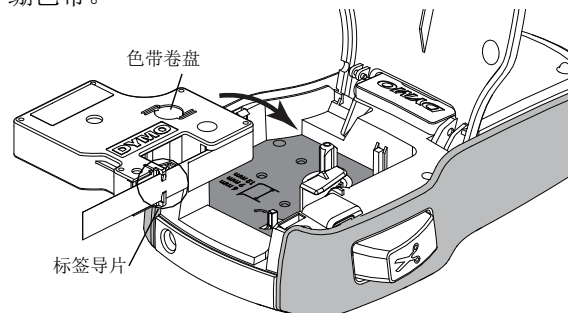

图 4
- 2 确保标签和色带穿过标签盒口时处于紧绷状态，且标签从两个标签导片之间穿过。请参考图 4。